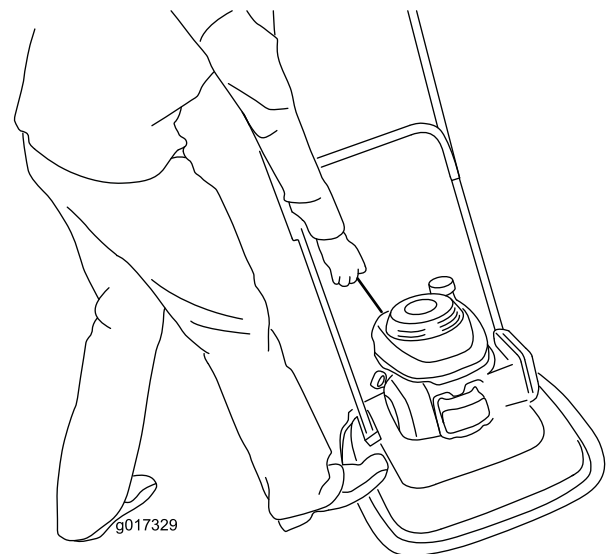

Figura 13
3. Posizionate il piede sul piatto e inclinate la macchina verso di voi (Figura 13).